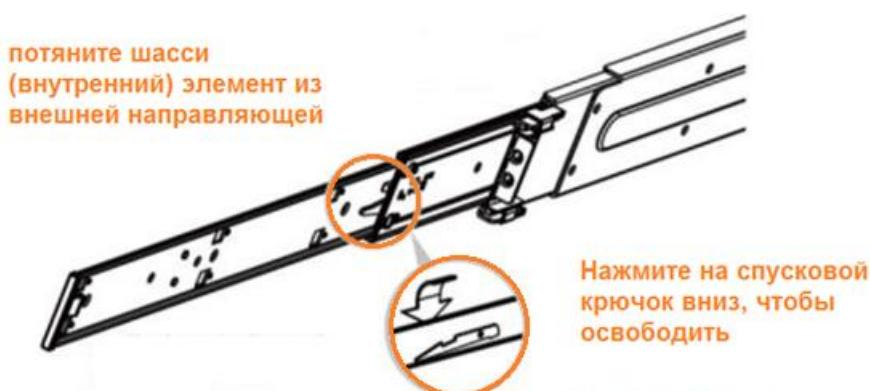
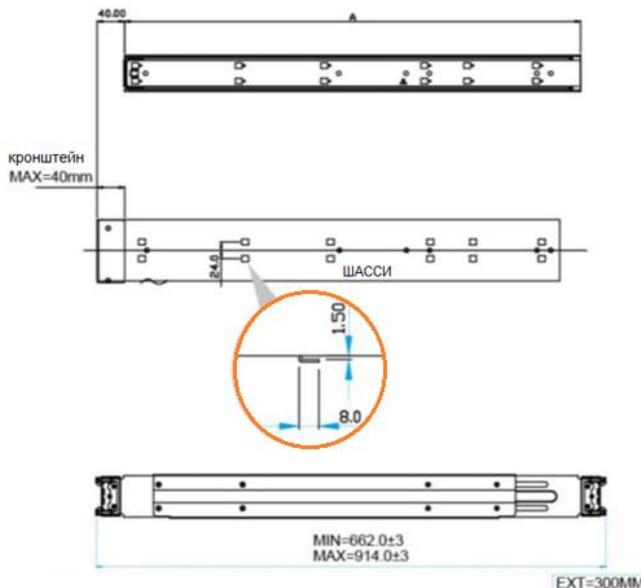

Рисунок 174. Элементы направляющей в сборе
Рисунок 175. Элементы направляющей в разборе
1. Раздвиньте направляющую, нажав рычажок фиксатора вниз, как показано на чертеже (см. Рисунок 174), и извлеките внутренний рельс, вытянув его из канала средней направляющей (см. Рисунок 175).